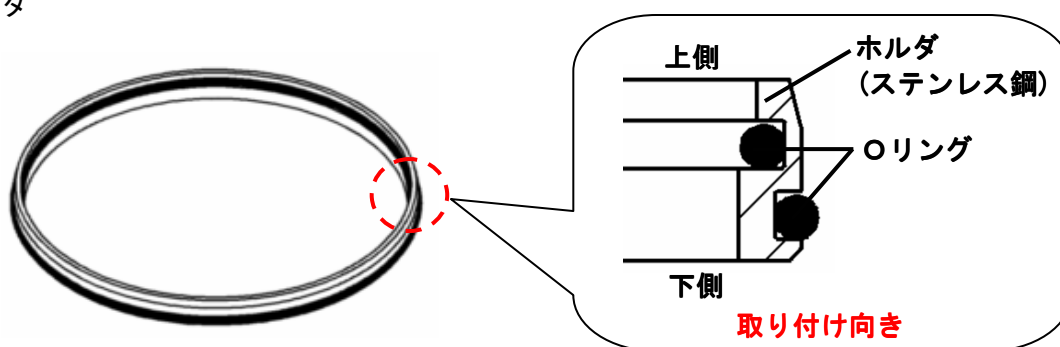

図 1-1. 金属ホルダ
④金属ホルダの向きが図 1-1 となっていることを確認してください。